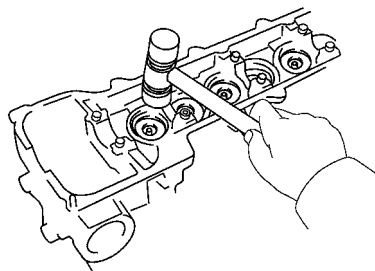

图 1-62 将气门安装到位
3) 使用塑料面锤子轻轻地敲打气门杆顶部, 以确保它们正确地安装到位, 如图 1-62 所示。